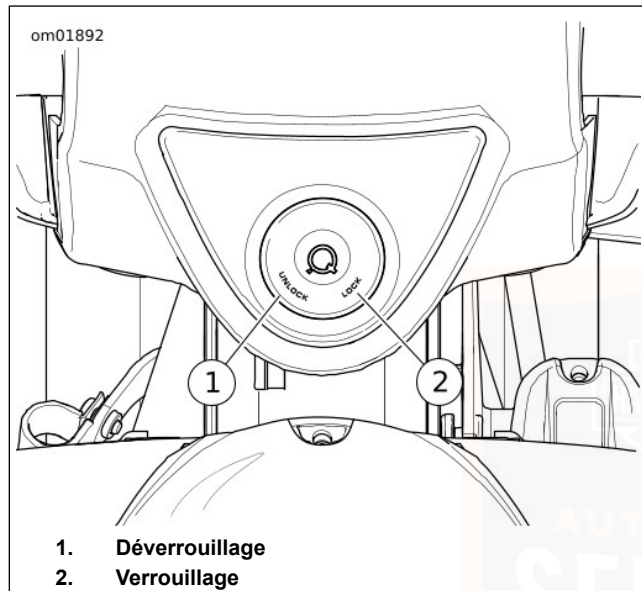

Figure 5. Verrou de fourche : FLRT
Voir Figure 5. Sur les modèles FLRT, le verrouillage de fourche est situé en haut de la colonne de direction, derrière la nacelle de phare, incorporé dans le couvercle de bride du guidon.
2. Voir Figure 5. Introduire la clé et la tourner dans le sens antihoraire pour la mettre en position verrouillée (LOCK). Retirer la clé.